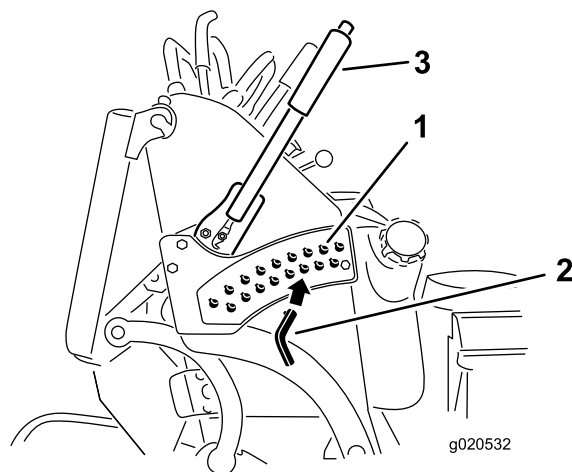

Figure 22
3. Placez la goupille dans le trou du support correspondant à la hauteur de coupe voulue (Figure 22).
4. Poussez le bouton sur le dessus et abaissez le levier de réglage de hauteur de coupe jusqu'à la goupille (Figure 22).